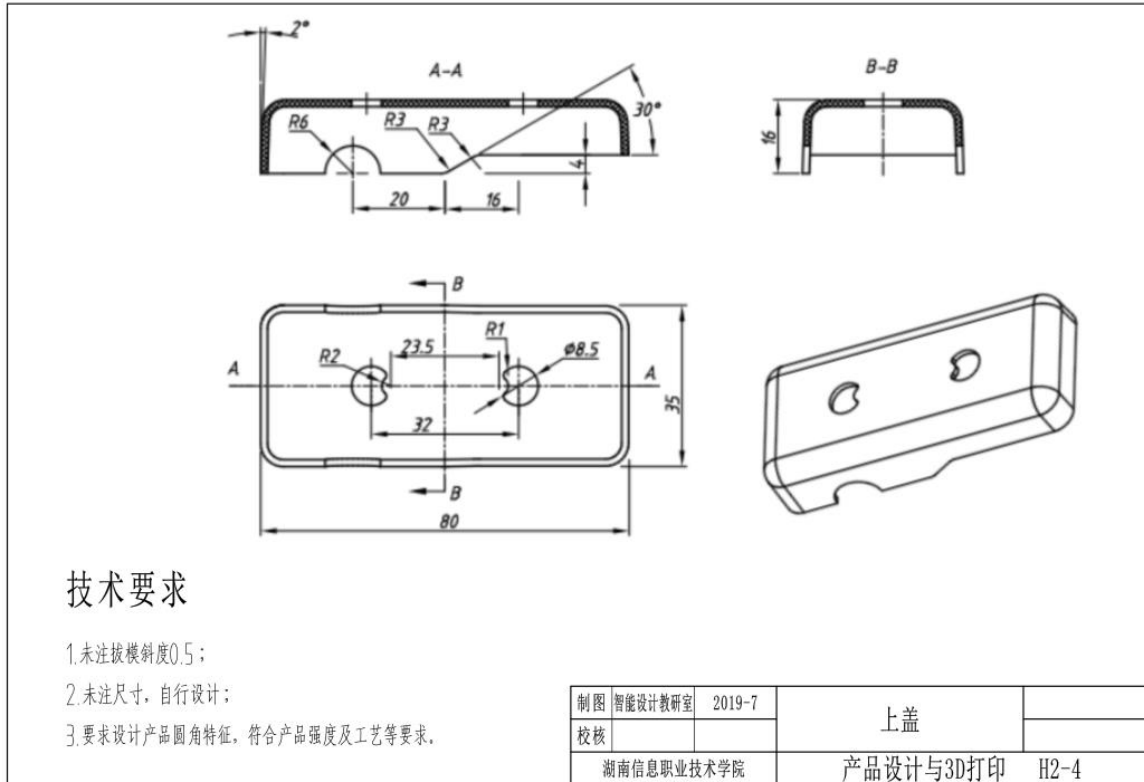

图 2-2-4 上盖零件Ⅲ
**任务 1：**按照图 2-2-4 的要求，对上盖零件Ⅲ进行产品造型、结构设计与 3D 打印，打印材料为 ABS 或 PLA。
- 2) 根据图 2-2-4 对上盖零件进行造型。设计产品圆角特征，符合产品强度及 3D 打印工艺等要求。